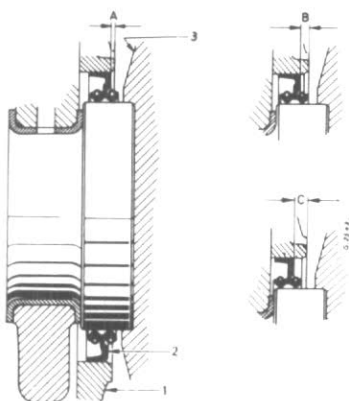

Figure 99
Pour monter et déporter le joint d'huile (2) fig. 99, utilisez l'outil et les bagues entretoises prévus à cet effet.